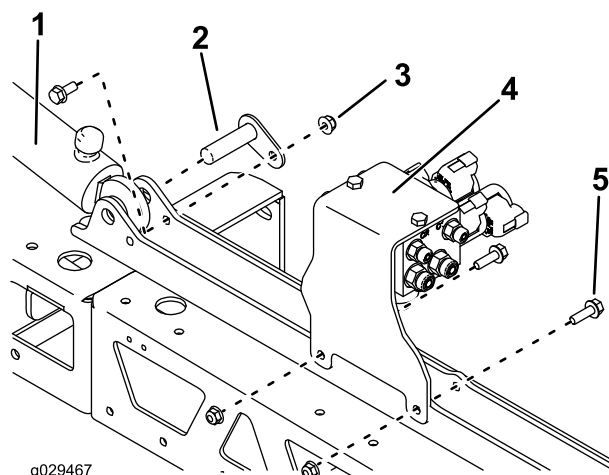

Рисунок 14
2. Установите гидравлические цилиндры и опору крепления клапана, используя исходные крепежные детали (Рисунок 14).